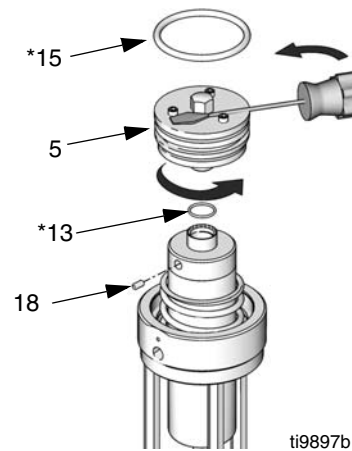
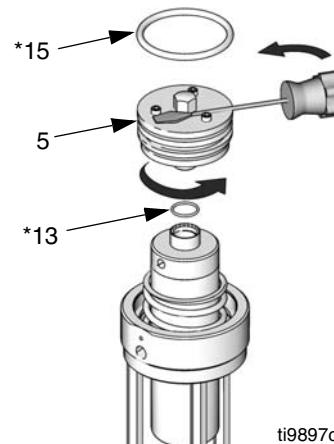

FIG. 11: Vanne pneumatique de série A
FIG. 12: Vanne pneumatique de série B
2. *Moteurs pneumatiques de série A uniquement* : Desserrez la vis de fixation (18) puis dévissez la vanne pneumatique (5). Si besoin est, placez un tournevis entre les têtes de vis et le bouchon hexagonal de la vanne pneumatique (5). Jetez les pièces 5, 13, 15 et 18. Voir la FIG. 11.
3. *Moteurs pneumatiques de série B uniquement* : Dévissez la vanne pneumatique (5). Si besoin est, placez un tournevis entre les têtes de vis et le bouchon hexagonal de la vanne pneumatique (5). Inspectez les joints toriques (13\* et 15\*) et remplacez-les s'ils sont usés. Vérifiez que le joint torique (13\*) est positionné correctement et qu'il n'est pas pincé. Voir la FIG. 12.
Voir **Réparations sur le moteur pneumatique**, opérations 3 et 4 (FIG. 11 et FIG. 12) pour les instructions spéciales de remontage.